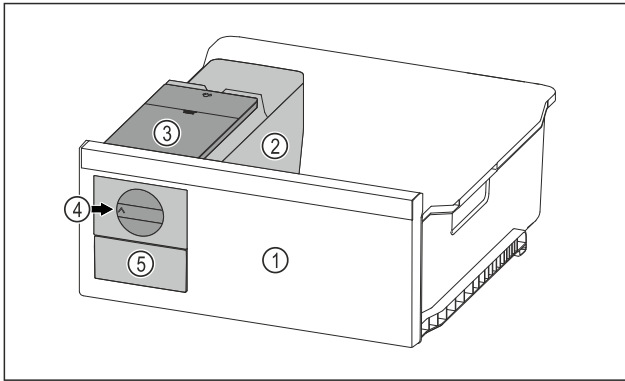

Fig. 99 Esimerkkikuva
- Kierrä kiertonappia Fig. 99 (4) myötäpäivään vasteeseen saakka.
- ▷ Jääpalat putoavat jääpalakennosta jääpalaketolaatikkoon Fig. 99 (5).